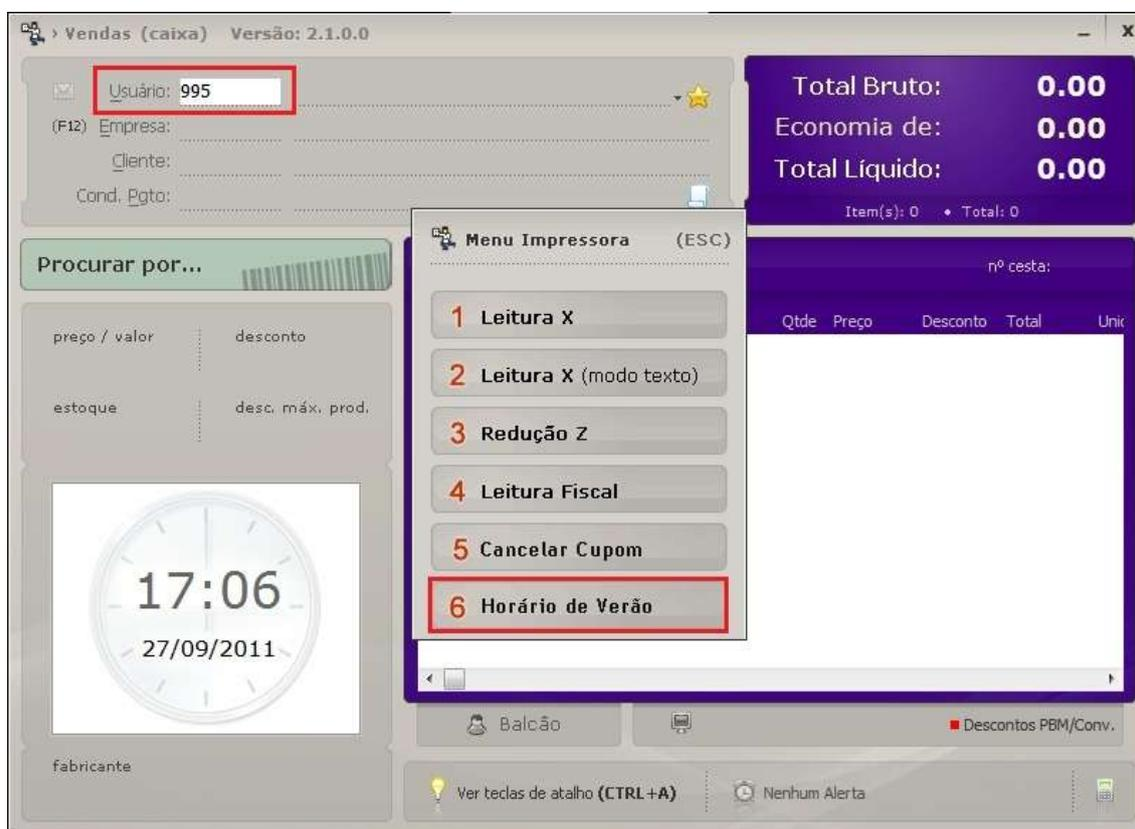

Figura 30 - Horário de Verão
Após a Redução Z, acesse o menu da impressora fiscal (995) e selecione a opção "6 - Horário de Verão". Observe a **Figura 30**: